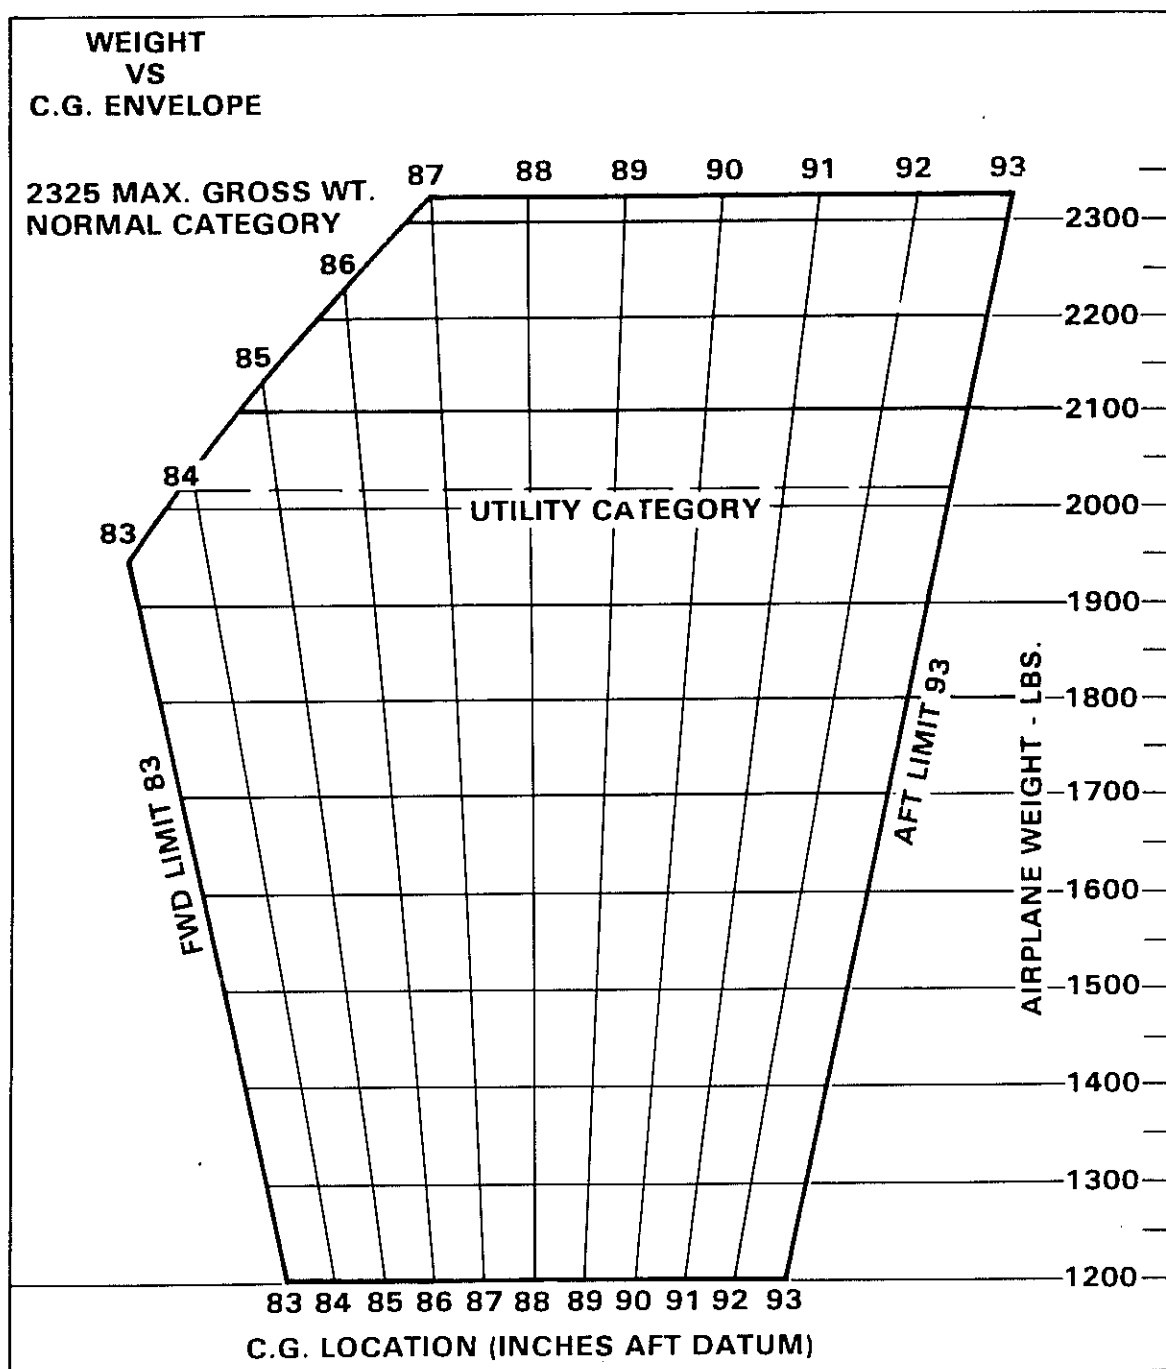

FIGURA 5.2 - IL GRAFICO DEI LIMITI DEL BARICENTRO E DEL PESO
- ☐ Le variazioni fra i punti dati sono lineari (vedere grafico di figura 5.2).
Dopodiché, dividendo il momento totale per il peso totale, si trova l'ubicazione del baricentro, cioè la sua distanza dal punto di riferimento che, come detto nelle note della pagina accanto, si trova 78,4 pollici davanti al bordo d'attacco dell'ala. Con l'aiuto del grafico di figura 5.2, si verifica che la linea corrispondente alla distanza del baricentro dal riferimento e la linea corrispondente al peso totale si incontrino all'interno dell'involuppo.
Se il punto di incontro cade fuori dall'involuppo, significa che i pesi a bordo dell'aereo non sono distribuiti in modo da soddisfare i requisiti di carico e bilanciamento. In questo caso, prima di intraprendere il volo, i pesi devono essere ridotti e/o ridistribuiti fino a far sì che il punto di incontro della linea del peso con quella dell'ubicazione del baricentro cadono entro l'involuppo del grafico di figura 5.2.